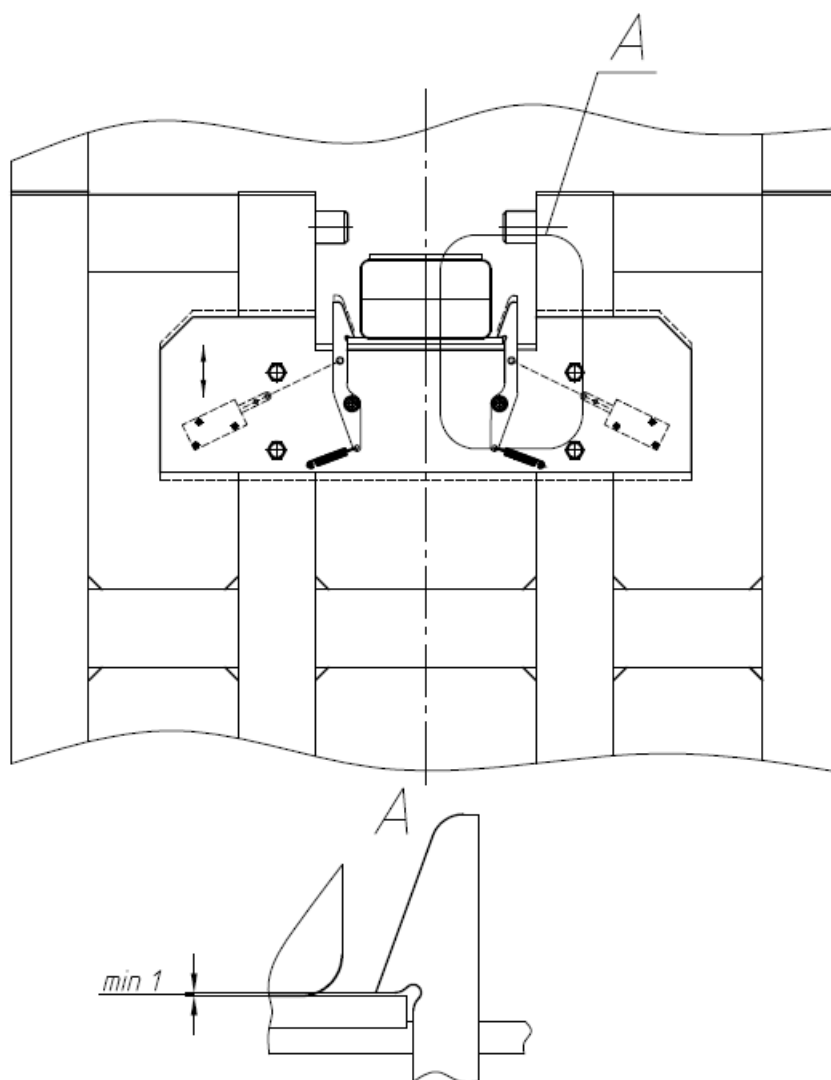

Рисунок 14
1.1.14 Выполнить регулировку зазора в захвате (рис. 14). Зазор должен быть в пределах 1-5мм.